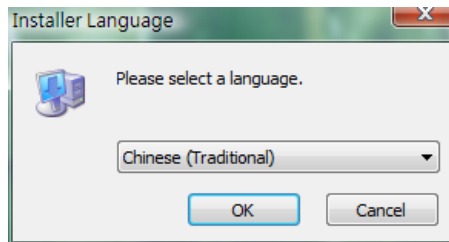

图 3-1-10 选择语言
- 完成上述设定后，在 Windows 视窗下，点击安装程序执行文件（Screen Editor 2.00.XX.exe）后，程序便会开始进行安装程序，此时屏幕中间会显示语言选择信息对话框，用户可自行选择安装繁体中文、简体中文、英文三种不同语言的软件操作界面（图 3-1-10）。